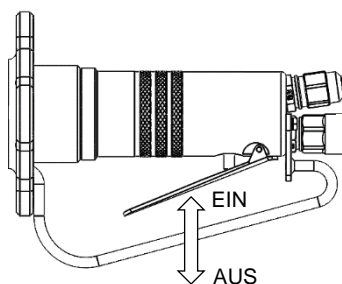

Abb. 6.1 – Einhand- Ein- /Ausschalten (Z079, Z100)
- Einhandbedienung: Ventilhebel mit Schaltergriff betätigen, s. *Abb. 6.1, 6.2*, um die Messer zu schließen (Ein)!
- Einhandbedienung: Ventilhebel mit Schaltergriff loslassen, s. *Abb. 6.1, 6.2*, um die Messer zu öffnen (Aus)!